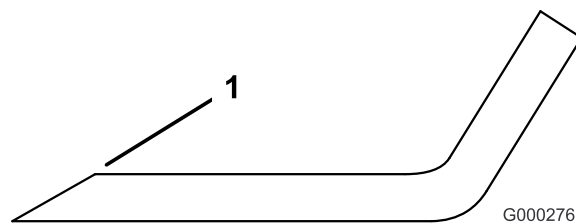

図 82
1. ブレードは、左右の刃先をやすりで磨く 図 82。刃先の角度を変えないように注意すること。左右を同じだけ削るようにすればバランスが狂わない。